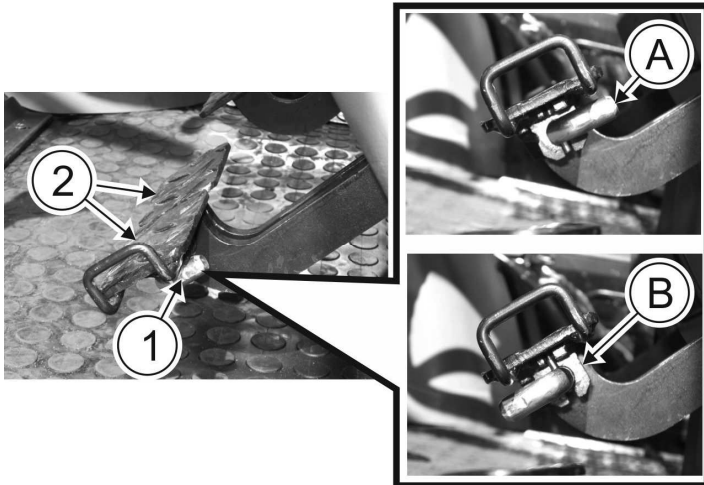

ABB. 3.29 Bremspedalsperre.
Bei der Fahrt auf den Straßen sind die Bremspedale mit der Sperre (1) zu blockieren (ABB. 3.29)
Bei Feldarbeiten, wo die Kurven mit einem kleinen Radius (Vorgewende) überwunden werden müssen, kann das linke oder rechte Rad nach dem Entsperrn der Sperre durch Drücken geeigneter Fußhebel abgebremst werden. Um die Sperre zu entsperren, ist sie auf die rechte Seite abzuschieben und von Position **A** auf Position **B** umzudrehen (ABB. 3.29).